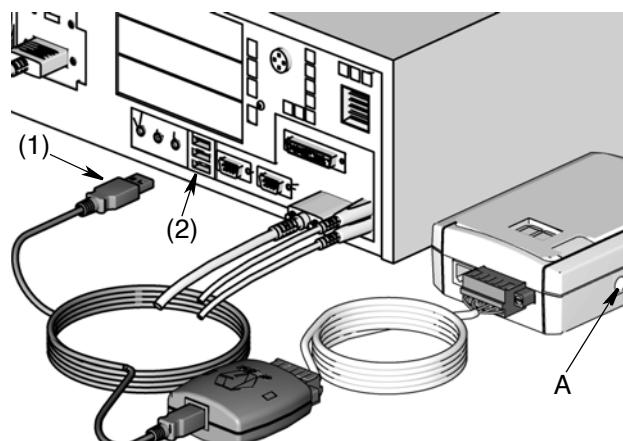

Рис. 10
- Для большего расстояние и до 1219 м (4000 футов) между приемопередатчиком и ПК системы Matrix требуется соединение **RS422**. См. Рис. 10 на стр. 7.